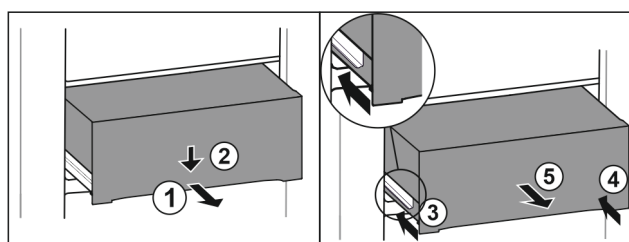

Fig. 185
- Træk skuffen halvt ud. Fig. 185 (1)
- Tryk skuffen ned på forsiden. Fig. 185 (2)
- Skub venstre skinne ca. 2 cm ind. Fig. 185 (3)
- Skub højre skinne ca. 2 cm ind. Fig. 185 (4)
- Tag skuffen ud fremefter. Fig. 185 (5)